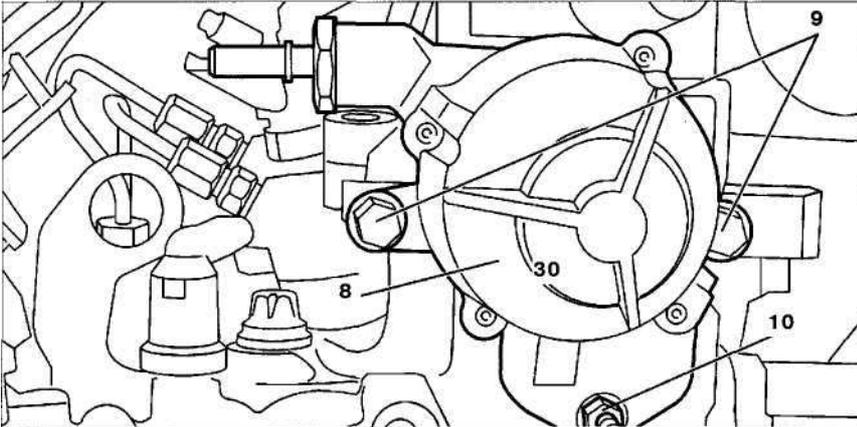

Рис. 7.19. Открутите болты 9 и гайку 10 и снимите вакуумный насос 8.
4. Открутите болты 9 и гайку 10 и снимите вакуумный насос 8 (рис. 7.19).
10. Установите вакуумный насос 8 с новым фильтром и уплотнительным кольцом (рис. 7.19).